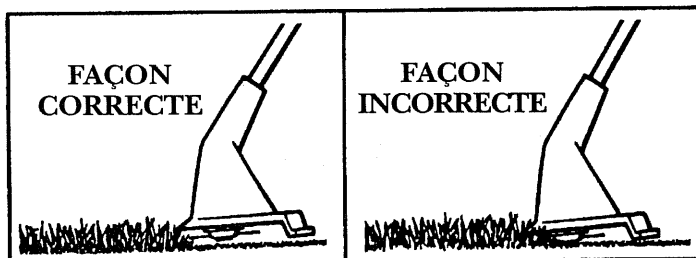

Figure 2
- L'extrémité du fil de coupe est la partie coupante. Toujours permettre au fil de coupe de couper à sa cadence. Vous obtiendrez de meilleurs résultats en ne forçant pas la lame dans l'aire de taille. Voir en figure 2 et comparer bonne et mauvaise positions.
- Eviter de laisser le porte-fil en contact continu avec le sol lorsque vous taillez. Un contact en permanence abîmera le porte-fil et résultera en une usure prématurée du fil de coupe. Voir figure 2. la façon correcte et l'incorrecte.
2. Placer l'appareil de façon à ce que le carter de protection et le fil de coupe soient parallèles au sol et ne le touchent pas. Fig. 2.